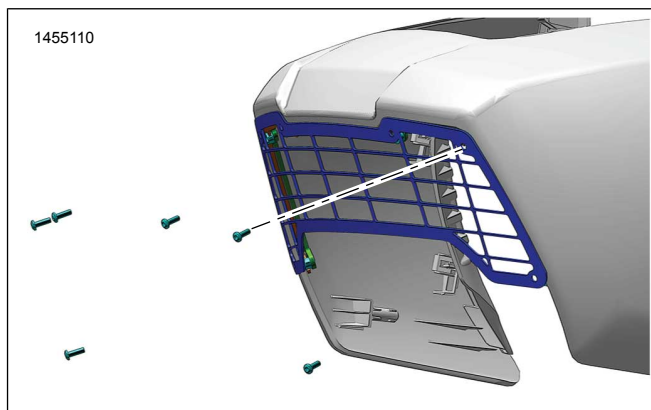

Figure 12.
12. Voir la Figure 12. Soulever délicatement la grille et le carénage pour accéder aux trous de vis de la grille.
13. Installez les vis (1). Serrez à la main.